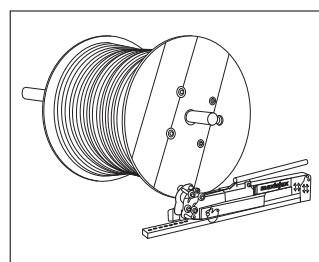
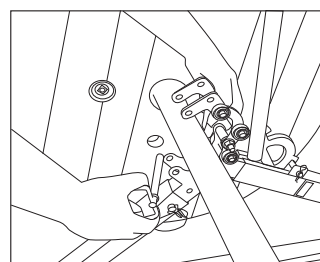

Fig. 1
Fig. 2
3. Introduire le conduit ou l'essieu dans la bobine de fil.(Fig. 1)
4. Soulever l'entretoise arrière (9) en tirant le levier Maxis (8) vers le haut, faire pivoter le bras avant (3) vers l'avant.Insérer la goupille de mise à niveau (11) dans le trou de réglage souhaité du longeron porteur (1).
5. Relever le levier Max (8) de manière à le faire pointer vers le haut.
6. Ouvrez la mâchoire supérieure (6).
7. Régler la hauteur pour enserrer les mâchoires sur l'essieu. Soulever la goupille de mise à niveau (11) et l'insérer dans le trou approprié du longeron porteur, puis régler le bras télescopique (2).
8. Refermer la mâchoire supérieure (6) sur l'essieu en replaçant la goupille d'attelage (5). (Fig. 2)